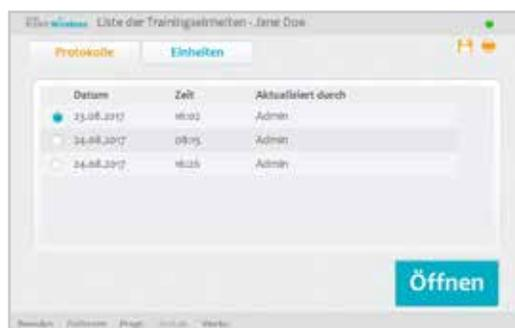

Abbildung 8-34: Fenster „Liste der Trainingseinheiten“
2. Drücken Sie auf die Registerkarte „Einheiten“. Daraufhin öffnet sich das Fenster „Liste der Trainingseinheiten“ mit Angaben zu Datum, Uhrzeit und dem Systembenutzer für die einzelnen gespeicherten Trainingseinheiten. Siehe Abbildung 8-34.